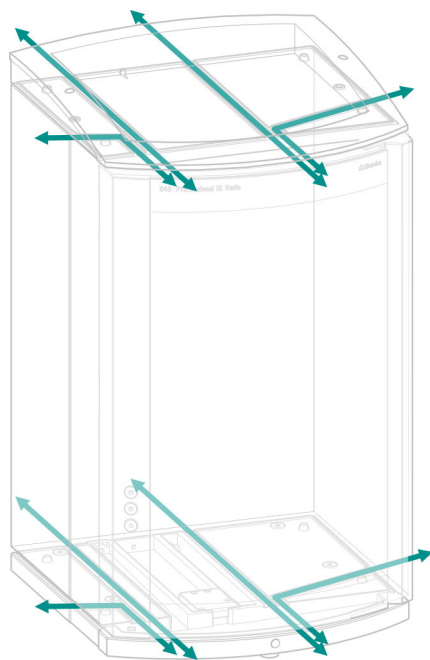

图5 毛细管通道
- 仪器和底盘间以及仪器和瓶架间的通道 (参见图5, 第11页)